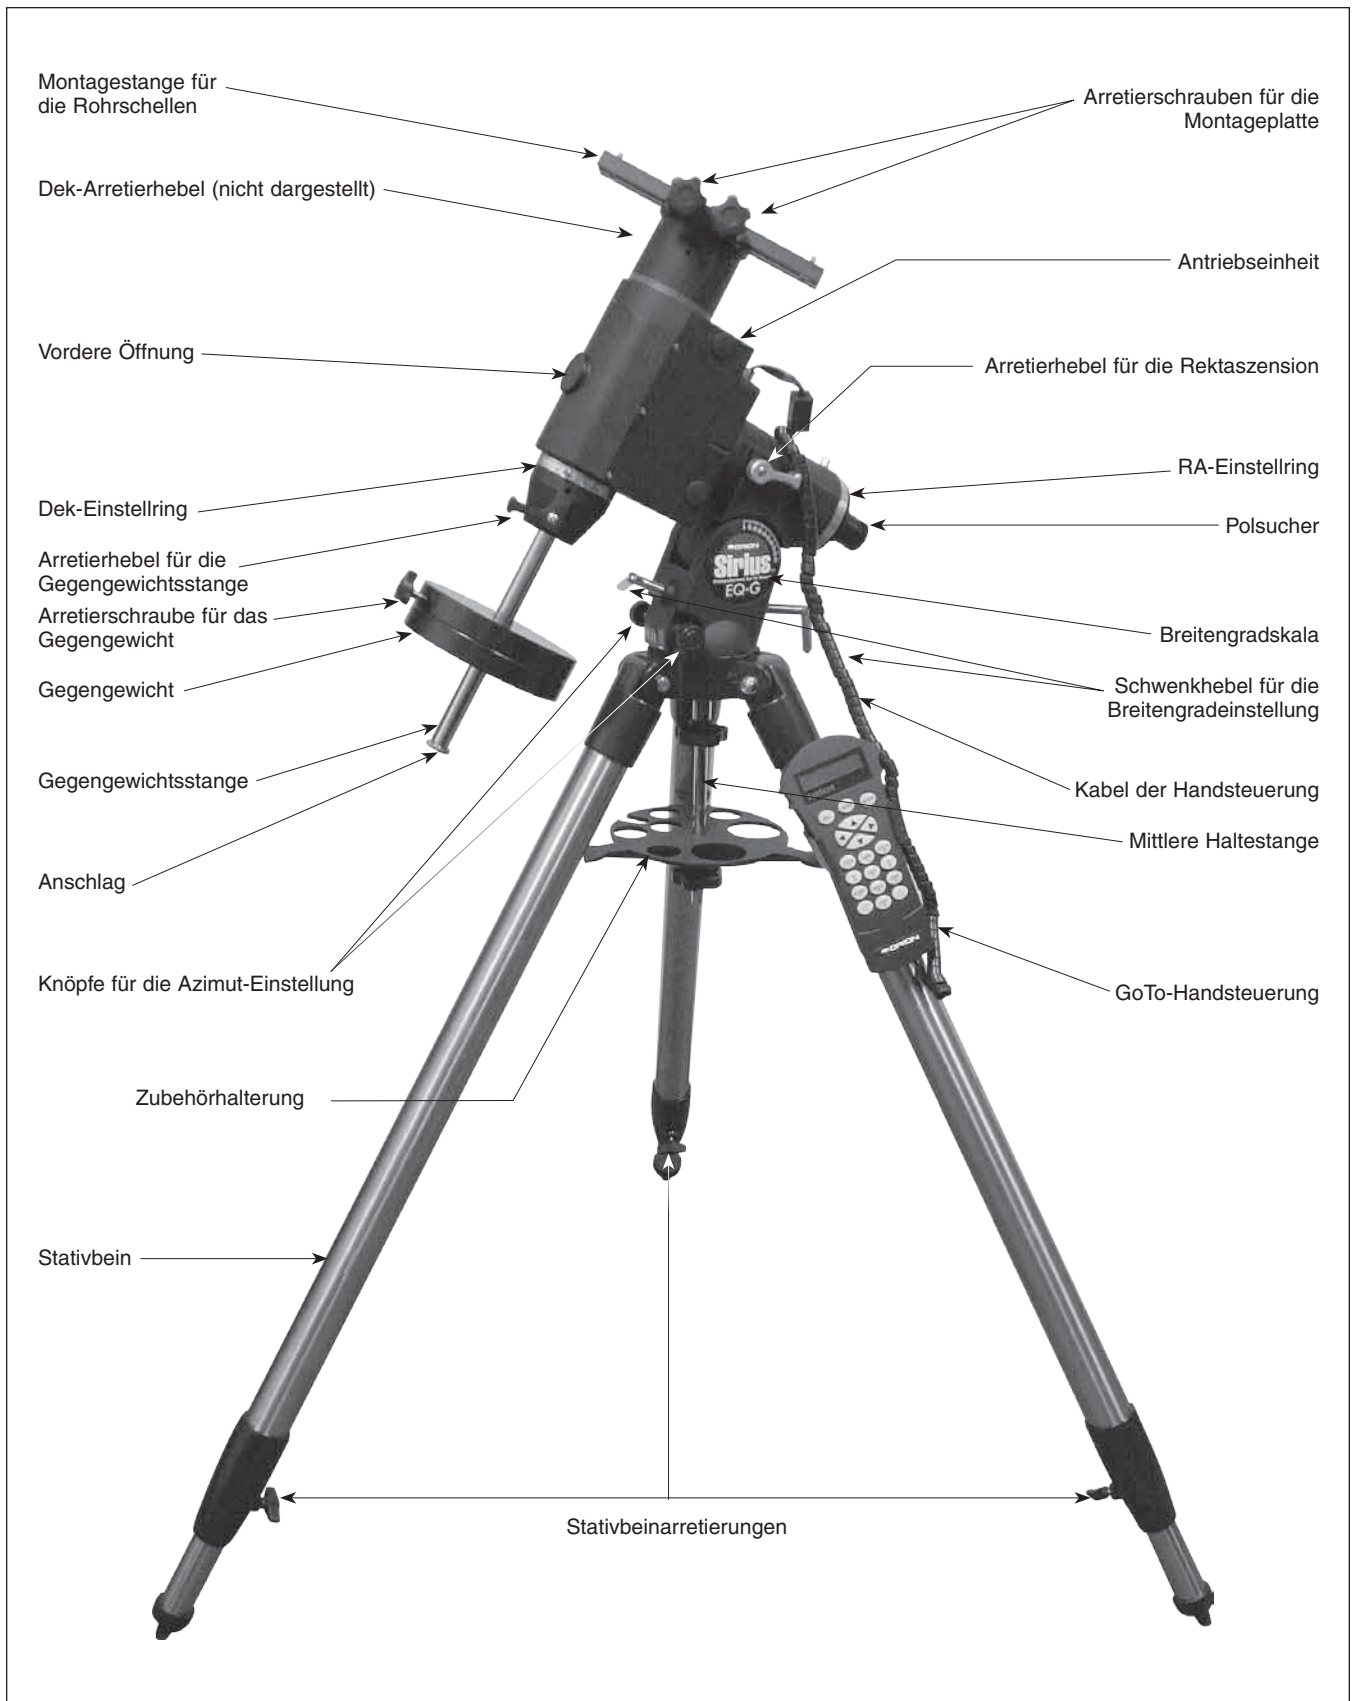

Abbildung 1. Die Atlas-EQ-G-Montierung.
Beziehen Sie sich bei der Montage, falls nötig, auf **Abbildung 1**.
1. Öffnen Sie den Arretierhebel für die Gegengewichtsstange (siehe **Abbildung 1**) und fahren die Gegengewichtsstange voll aus. Schließen Sie den Arretierhebel dann wieder.
2. Öffnen Sie die Arretierung für die Rektaszensionsachse (RA-Achse) und schwenken Sie die Montierung so lange über die RA-Achse, bis die Gegengewichtsstange wie in **Abbildung 1** in Richtung Boden zeigt.
2. Lösen Sie die beiden Klemmschrauben der Befestigungsplatte auf dem Sattel (siehe **Abbildung 1**), bis die Breite der Nut etwas breiter als die der Schwalbenschwanzstange auf Ihrem Teleskop ist.